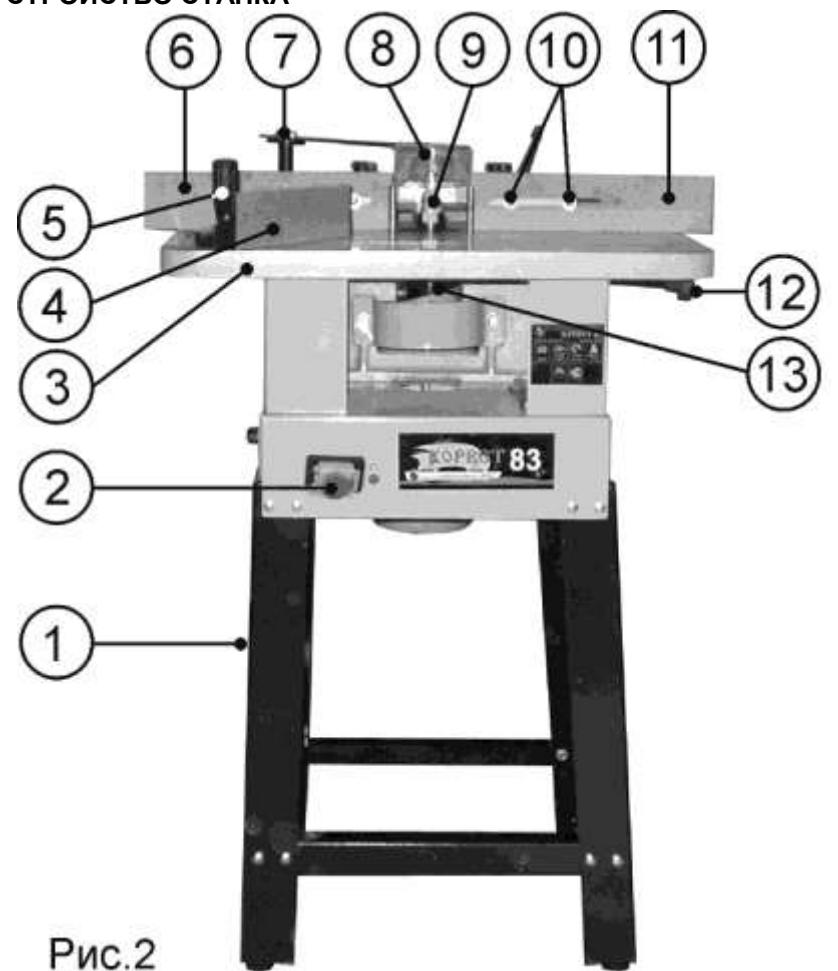

Рис.2
7.1. Станок состоит из следующих сборочных единиц и деталей (Рис.2, 3)
8.1.1. Из двух боковых панелей (В) и двух планок (Н), используя крепёж (К), Рис. 1, соберите основание (1), Рис.2.
8.1.2. Установите станок (А) , и используя крепёж (К), Рис. 1, закрепите на основании (1), Рис.2.
8.3.2. На стойке (23) винтами фиксации (10) закрепите заднюю и переднюю направляющие планки (6 и 11), Рис.2; 5.